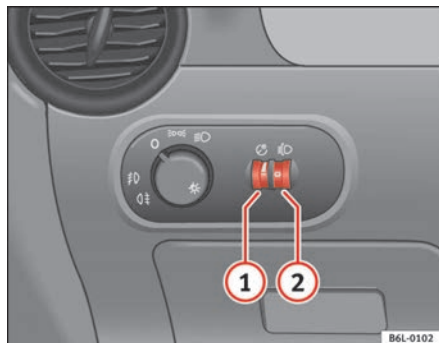

Fig. 58 Tablero de instrumentos: reguladores de la iluminación de instrumentos y mandos y del alcance de los faros
Con las luces encendidas se puede regular la intensidad de la luz de los instrumentos y mandos girando la ruedecilla moleteada ⇒ fig. 58 ①.